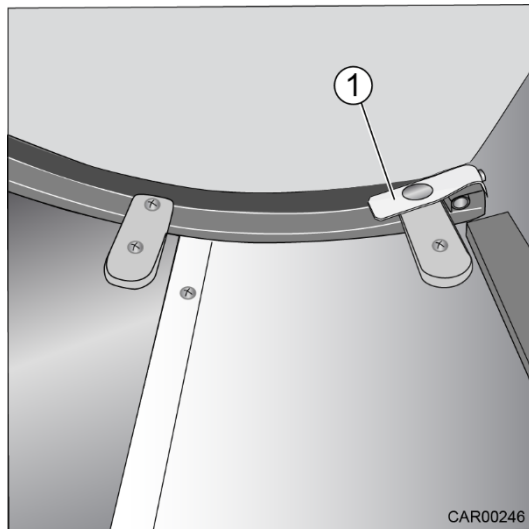

Fig. 149 Douche circulaire avec portes coulissantes
1. Débloquer la fixation par bouton-pression (Fig. 149/1).